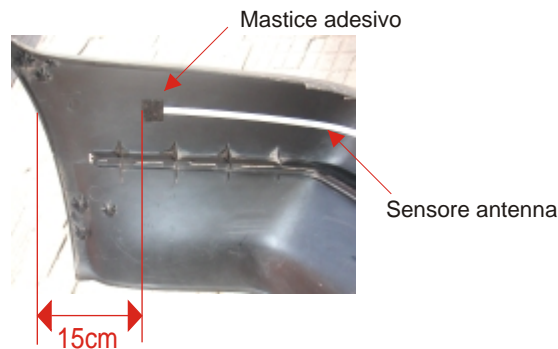

Fig.3
Tagliare via la parte del sensore antenna non utilizzata e bloccarne bene le due estremità con lo speciale mastice adesivo in dotazione (fig.3).
1) E' importante iniziare e finire l'applicazione del nastro a circa 15 cm dalla fine dei paraurti (fig.3).